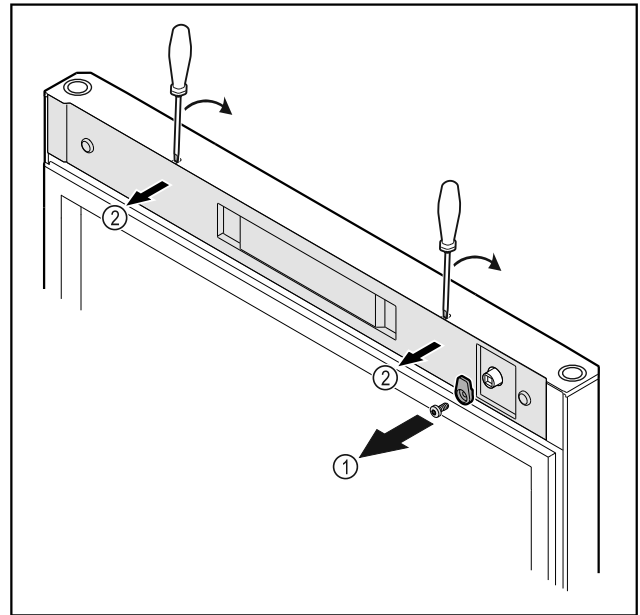

Fig. 12 *
- Sluithaak Fig. 12 (1) losschroeven.*
- Afdekking Fig. 12 (2) met een kleine schroevendraaier losmaken en verwijderen.*